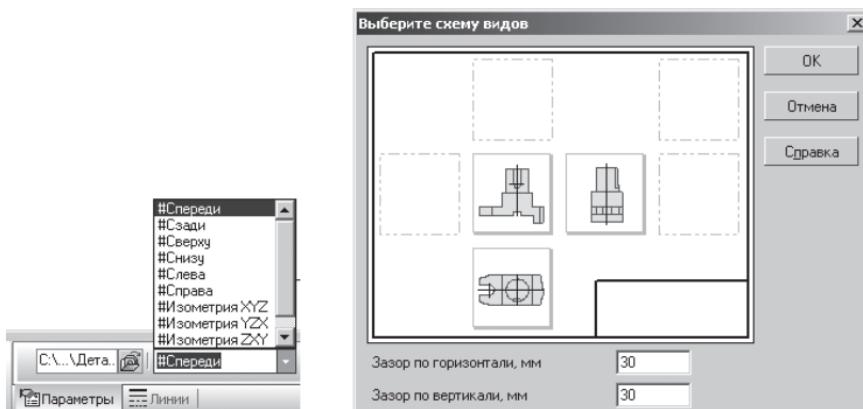

Рис. 310
- на панели **Свойства** на вкладке **Параметры** настройте параметры стандартных видов. Выберите ориентацию главного вида – **Спереди** (рис. 310);
- в поля **Зазор по горизонтали** и **Зазор по вертикали** введите значение 30 мм (расстояние между видами) и нажмите **OK** (рис. 310);